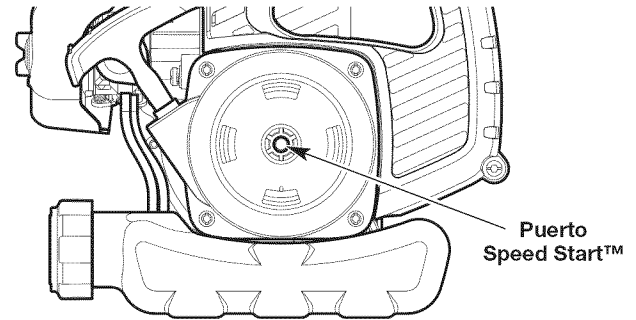

Fig. 10
6. **NO** apriete el control del acelerador. Coloque el accesorio Speed Start™ en el puerto Speed Start™ (Fig. 10). Consulte la sección *Operación* del manual del operador del accesorio Speed Start™.